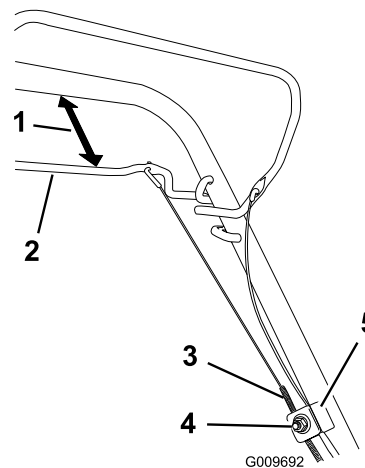

Figura 24
1. Slăbii piulia care susține cablul (Figura 24).
2. înalți bara pentru propulsia automată la o distanță de 25 - 38 mm de mâner (Figura 24).
3. Trageți mantaua cablului în jos (către maină) până când cablul nu mai joacă (Figura 24).